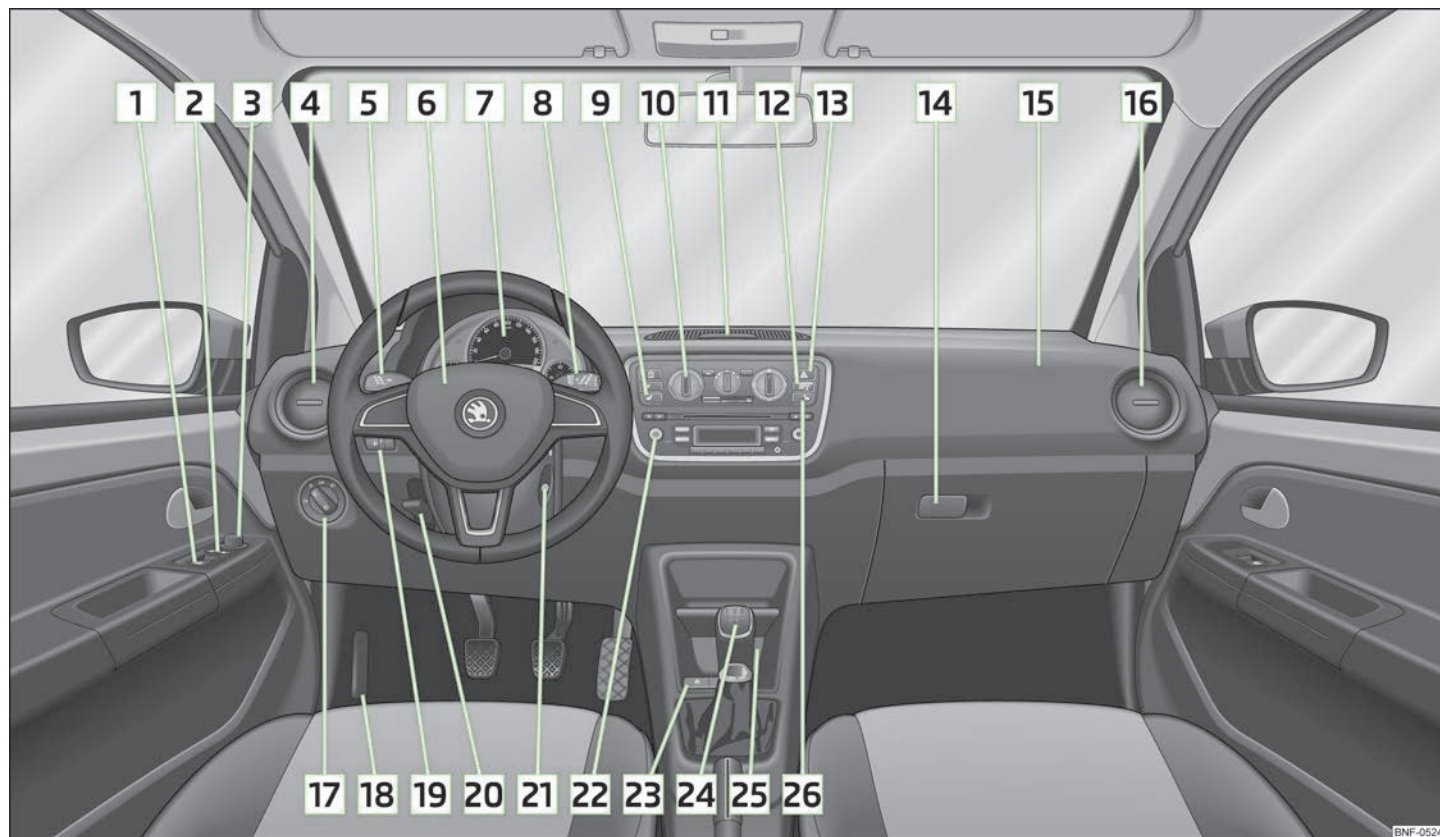

Fig. 1 Puesto de conducción
- En los vehículos con dirección a la derecha, la disposición de los elementos de mando se diferencia en parte de la disposición mostrada en la » fig. 1. Sin embargo, los símbolos corresponden a cada uno de los elementos de manejo.